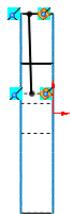

图 6.14.18 草图 4
(4) 单击 按钮，完成曲线 2 的创建。
Step15. 创建图 6.14.18 所示的草图 4。选取基准面 3 为草图基准面。